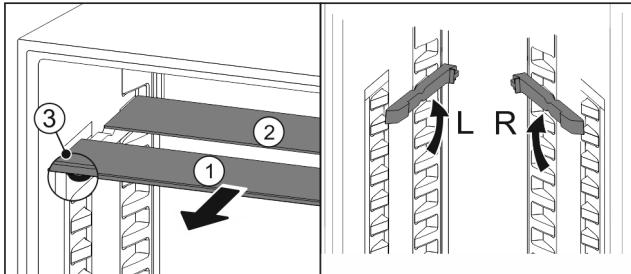

Fig. 96
- Izvucite Fig. 96 (1) staklene ploče jednu po jednu prema naprijed.
- ▷ Staklena ploča Fig. 96 (1) s ukrasnom letvicom nalazi se sprijeda.
- ▷ Zaustavljači Fig. 96 (3) su usmjereni prema dolje.